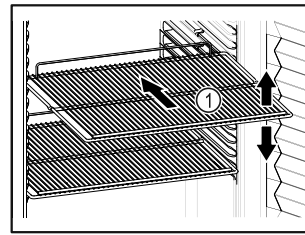

Fig. 49
- ☐ Abstellroste Fig. 49 (1) je nach benötigter Höhe versetzen.